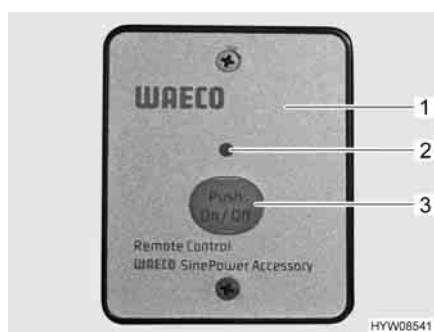

Fig. 118 Interruttore di telecomando
Comando sull'interruttore di telecomando L'interruttore di telecomando (Fig. 118,1) è montato sopra la porta di ingresso.
- Premere il tasto "On/Off" (Fig. 118,3). Il LED (Fig. 118,2) si accende.
- Premere il tasto "On/Off" (Fig. 118,3). Il LED (Fig. 118,2) si spegne.